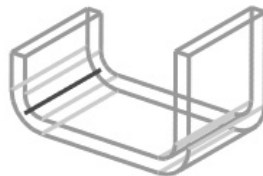

图 4.1.11 材料外侧
- ◆  **材料外侧** 选项：在成型状态下，折弯线位于折弯区域的内侧平面，如图 4.1.11 所示。